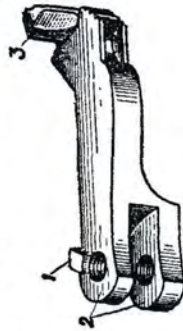

Рис. 10. Дверца:
12. Дверца (рис. 10) служит для открывания и закрывания камор барабана и для ограничения поворота барабана в левую сторону